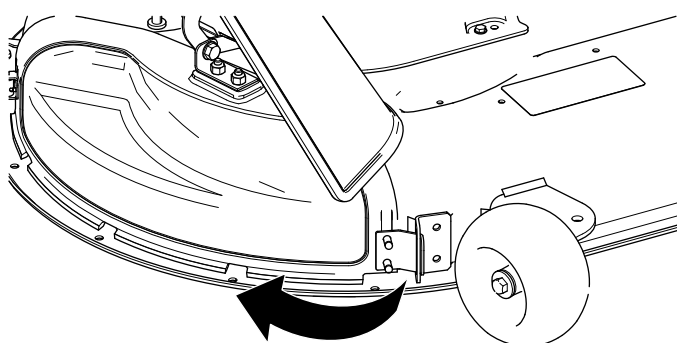

Figura 15
4. Pivotați capacul de evacuare în spate i spre punte, astfel încât capul de evacuare să se alinieze cu puntea mainii de tuns iarba (Figura 15).